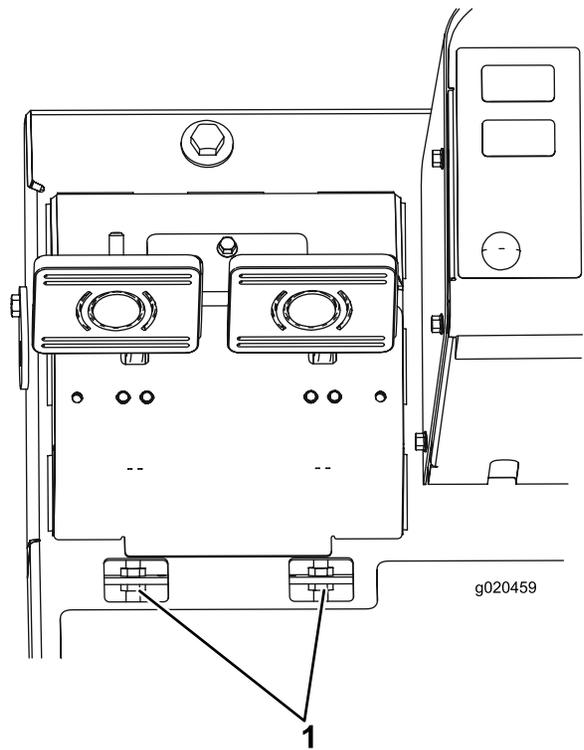

Рисунок 63
- B. Отпустите переднюю гайку на резьбовом конце гибкого тросика тормоза (Рисунок 63).